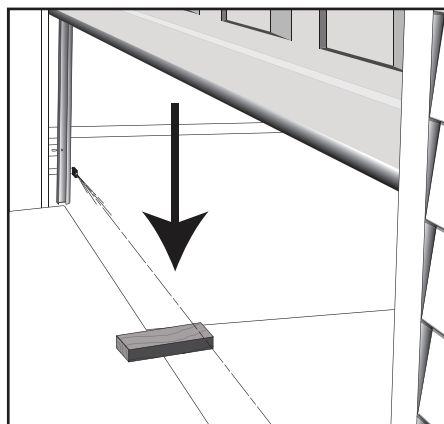

FIG. 6-6 **2 x 4 debajo del centro del vano de la puerta.**
- Ponga un larguero de 2" x 4" (de plano) debajo del centro del vano de la puerta (FIG. 6-6).
- Placer une colombe de 5 x 10 cm (posée à plat) sous le centre de l'ouverture de la porte de garage (FIG. 6-6).